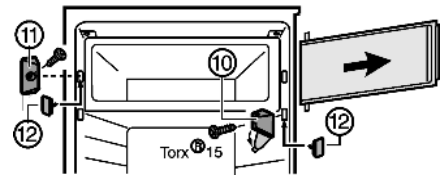

Fig. 6*
- ▶ Abdeckung am Lagerbock Fig. 6 (10) wegklappen.*
- ▶ Lagerbock Fig. 6 (10) mit der Fachtür abschrauben.*
- ▶ Verschlussstück Fig. 6 (11) abschrauben.*
- ▶ Die freigewordenen Löcher mit beiliegender Abdeckung Fig. 6 (12) verschließen.*